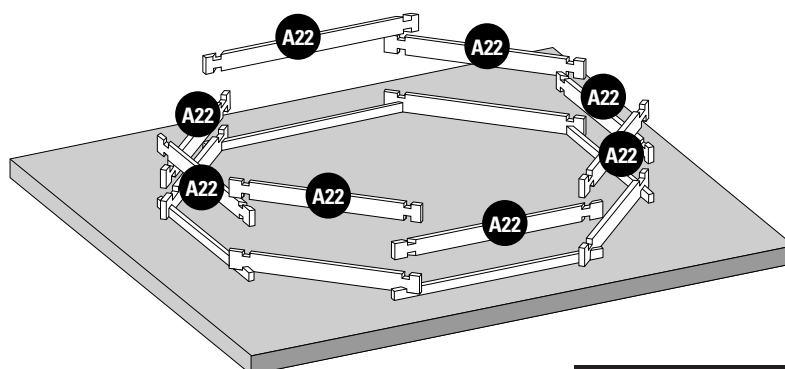

Fig. 2 / Abb. 2 / Afb. 2
**EN** **2nd LAYER OF BOARDS:** • Install the second layer of boards as shown in figure 2. • There is a wooden wedge in the structure packet to correctly assemble the boards. • Never directly hit against the boards. Do not hit them with anything metallic. This would inevitably damage the wood. • Try to correctly assemble the boards right from the start. There should not be any space between each layer of boards to avoid maladjustment of the higher boards.
**FR** **2ÈME RANGÉE DE MADRIERS :** • Positionnez les madriers de la deuxième rangée conforme à la figure 2. • De manière à emboîter correctement les madriers, une cale en bois est à votre disposition dans le colis de structure. • Ne pas taper directement sur les madriers. • Ne pas frapper avec une pièce métallique. Cela détériorerait le madrier irrémédiablement. • Veillez à emboîter bien à fond les madriers dès le départ. Il ne doit pas y avoir d'espace entre chaque rangée pour éviter un décalage au niveau des madriers supérieurs.
**DE** **2. BRETTERREIHE:** • Platzieren Sie die Bretter der zweiten Reihe laut Abb. 2. • Um die Bretter richtig anbringen zu können, finden Sie einen Holzkeil im Paket des Tragwerks. • Nicht direkt auf die Bretter klopfen. • Nicht mit einem Metallteil darauf klopfen. Es würde das Holz unabänderlich beschädigen. • Versuchen Sie, die Bretter von Anfang an tiefgehend ineinander zu fügen. Zwischen den Reihen darf kein Platz sein, um eine Fehlanpassung der oberen Bretter zu vermeiden.
**NL** **2ª RIJ PLANKEN:** • Plaats de planken van de tweede rij zoals aangegeven op afbeelding 2. • Om de planken correct te assembleren, zit er een houten wig in het pakket van het frame. • Sla niet direct op de planken. • Sla er niet direct op met metaal. Hierdoor raakt het hout onherstelbaar beschadigd. • Zorg ervoor dat de planken vanaf het begin stevig op elkaar aansluiten. Er mag geen ruimte tussen de rijen overblijven, om te voorkomen dat de bovenste houtdelen onregelmatig uitkomen.